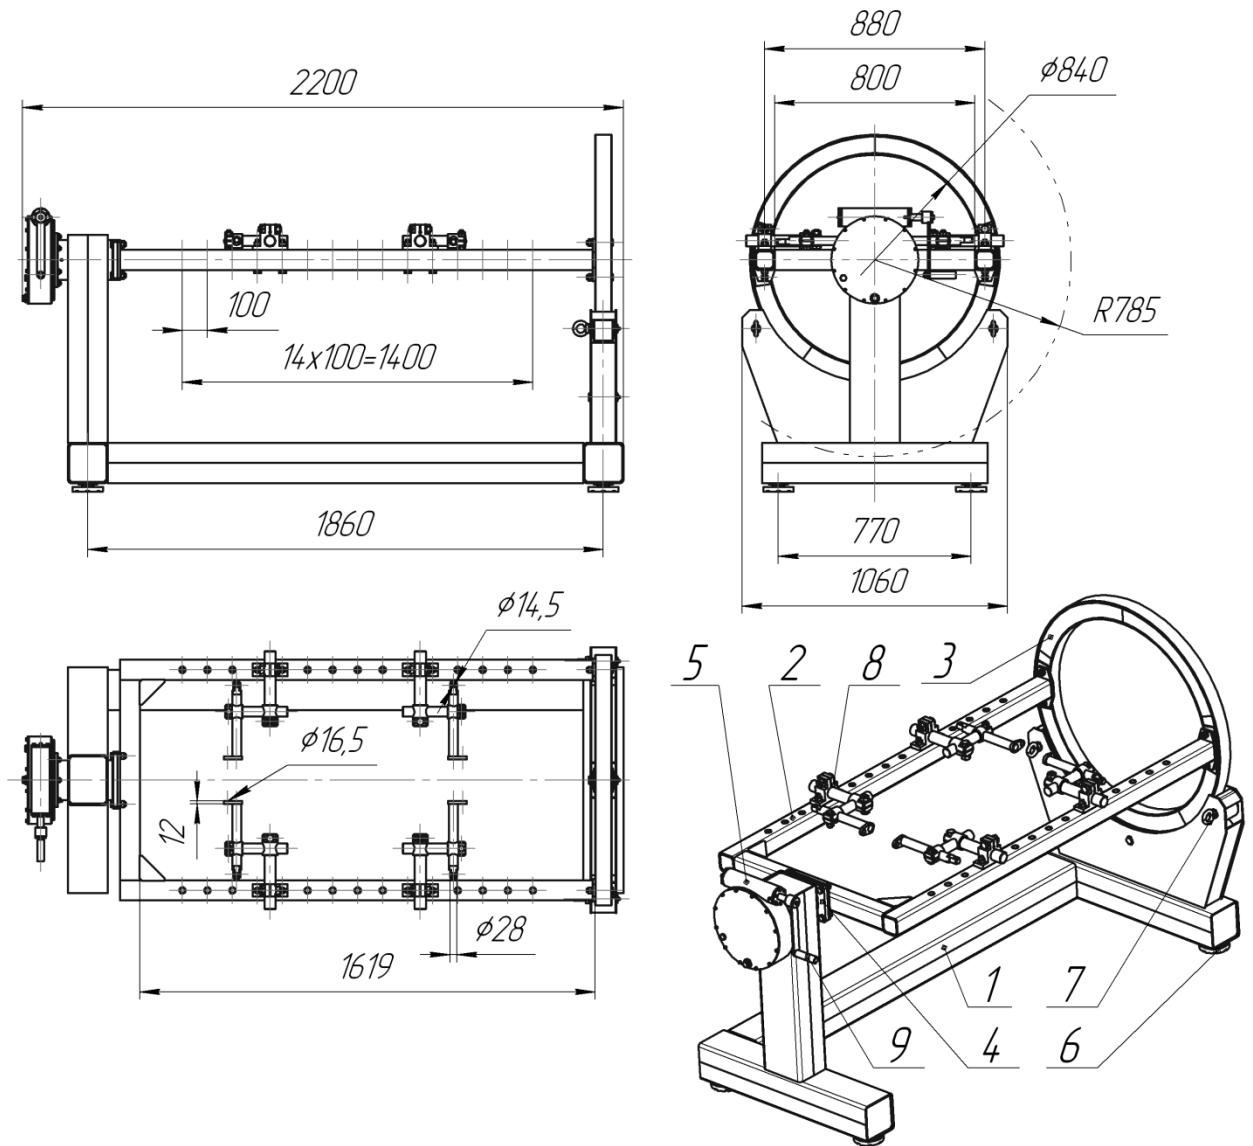

Рис. 1 Стенд Р776Е
4.1. Двигатель, установленный через адаптеры 8 (рис. 1) на траверсу 2, поворачивается вращением тихоходного вала червячного редуктора 5 в положение наиболее удобное для работы. Редуктор соединен с траверсой шпинделем 4. С противоположной стороны траверса жестко закреплена с опорным кольцом 3. Кольцо опирается на три ролика, закрепленных в раме 1. Вращение быстроходного вала червячного редуктора осуществляет через рукоятку 9.